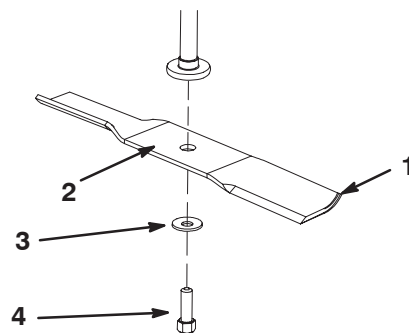
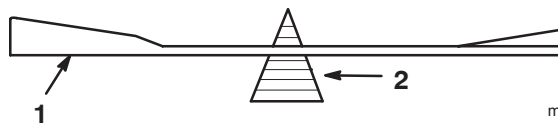

Figure 28
Figure 30
Tenez la lame à son extrémité avec un chiffon ou un gant épais. Enlevez le boulon, la rondelle bombée et la lame de l'axe (Fig. 28).
2. Vérifiez l'équilibre de la lame en la plaçant sur un équilibreur (Fig. 30). Si la lame reste horizontale, elle est équilibrée et peut être utilisée. Si la lame est déséquilibrée, limez un peu l'extrémité de la partie incurvée seulement (Fig. 28). Répétez la procédure jusqu'à ce que la lame soit équilibrée.
1. Placez la lame sur l'axe (Fig. 28).
2. Montez la rondelle bombée (face concave vers la lame) et le boulon de lame (Fig. 28). Serrez le boulon de lame à 47–88 Nm (35–65 pieds-livre).